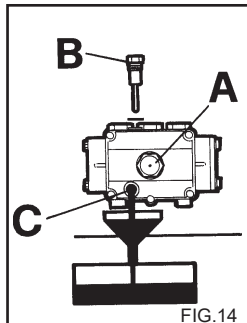

FIG.14
- 1) Skruva ur dränerings-pluggen som är placerad under pumpen (fig. 14 C).
- 2) Skruva ur locket med oljestickan (fig. 14).